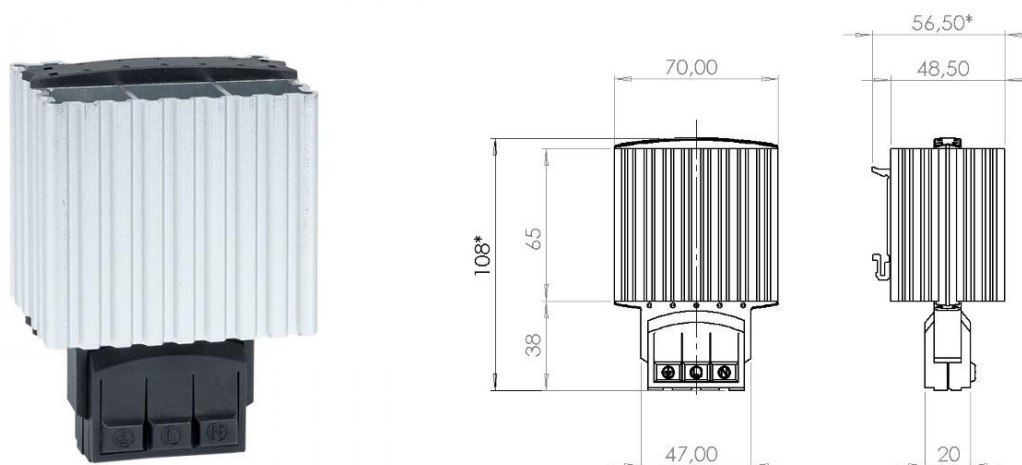

Рис. 7 – Внешний вид и габариты нагревателя
6. Кабели положить в перфорированный кабель-канал (Приложение А) и закрыть его крышкой, чтобы избежать их контакт с нагревателем (Рис. 7);